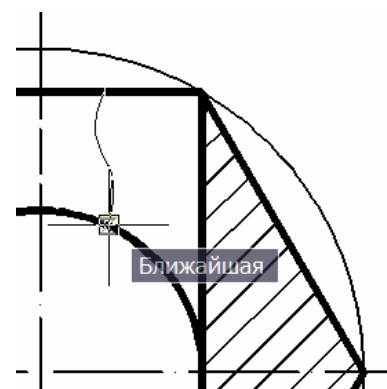

Рис. 5.38
- d) в качестве последней точки сплайна с помощью разовой привязки **Ближайшая (Nearest)**  «зацепить» точку на очерке призмы в точке соединения линии вида сверху и горизонтального разреза (рис. 5.38),